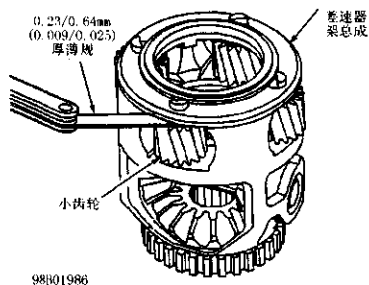

图 2-77 检查差速器行星齿轮轴向间隙
① 检查差速器行星架行星齿轮是否有磨损或损坏的齿、滚子轴承、垫圈或销。检查差速器行星架中心轮上的齿或花键是否磨损或损坏。
② 检查差速器半轴齿轮的齿、花键或止推垫圈是否磨损或损坏。检查差速器行星齿轮的齿、花键或轴是否磨损或损坏。检查驻车齿轮凸耳或花键是否磨损或损坏。检查车速传感器可变磁阻转子轮是否损坏。
③ 检查差速器行星架,中心轮或内齿圈止推垫圈是否损坏。检查差速器行星架壳体是否损坏。检查差速器行星架中心轮轴是否损坏或花键磨损,润滑油孔裂纹或支承轴架损坏或磨损。
④ 使用塞尺来测量差速器行星架行星齿轮轴向间隙。轴向间隙应为 0.009 ~ 0.025in (0.23 ~ 0.64mm)(图 2-77)。如果轴向间隙不符合规范,则对差速器行星架进行必要的修理。